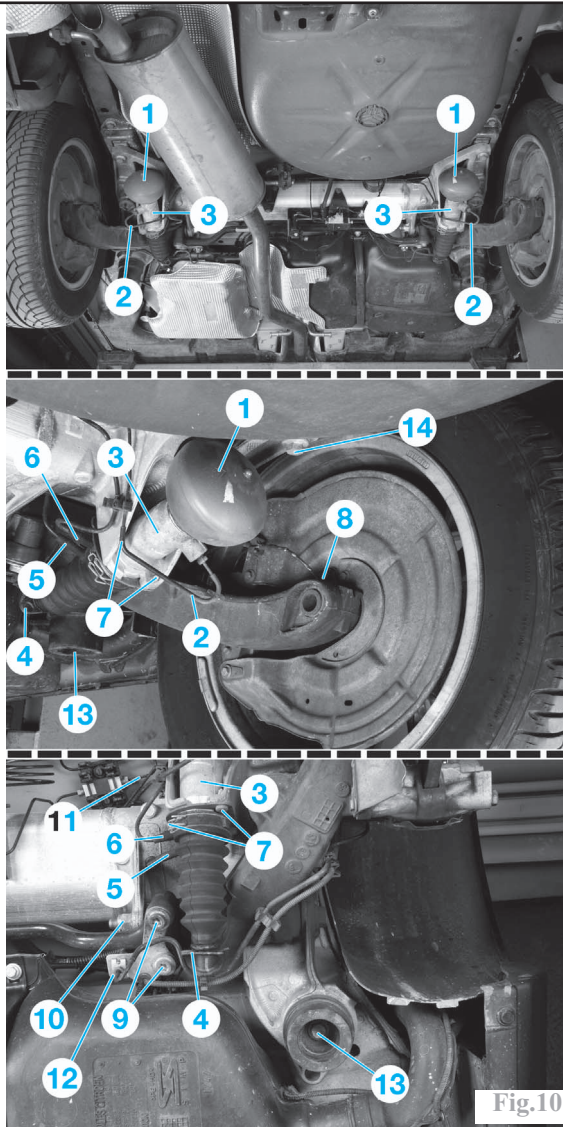

Fig.10
Déposer le bloc pneumatique (1) (Fig.10) à l'aide d'une clé à chaîne.
Désaccoupler la canalisation d'alimentation haute pression LDS (2) (Fig.10).
- la vis de fixation du capteur de vitesse de roue (ABS) (8) (Fig.10).
- les 4 vis de fixation de la barre stabilisatrice (9) (Fig.10) puis celle-ci.
- l'épingle (4) de maintien de la tige sur le bras de suspension.
- l'écrou de fixation (10) de l'axe de bras de suspension.
-l'écran de protection (2).
-le capteur de vitesse de roue (8) (Fig.10).
Déposer la vis de fixation du capteur de vitesse de roue (ABS) (8) (Fig.10).
Désaccoupler le tuyau hydraulique (11) (Fig.10).
Désaccoupler les flexibles de frein (12) (Fig.10).
Maintenir le train arrière à l'aide d'un vérin d'organe placé sous le train arrière. Déposer les fixations (13) et (14) (Fig.10) du train arrière.